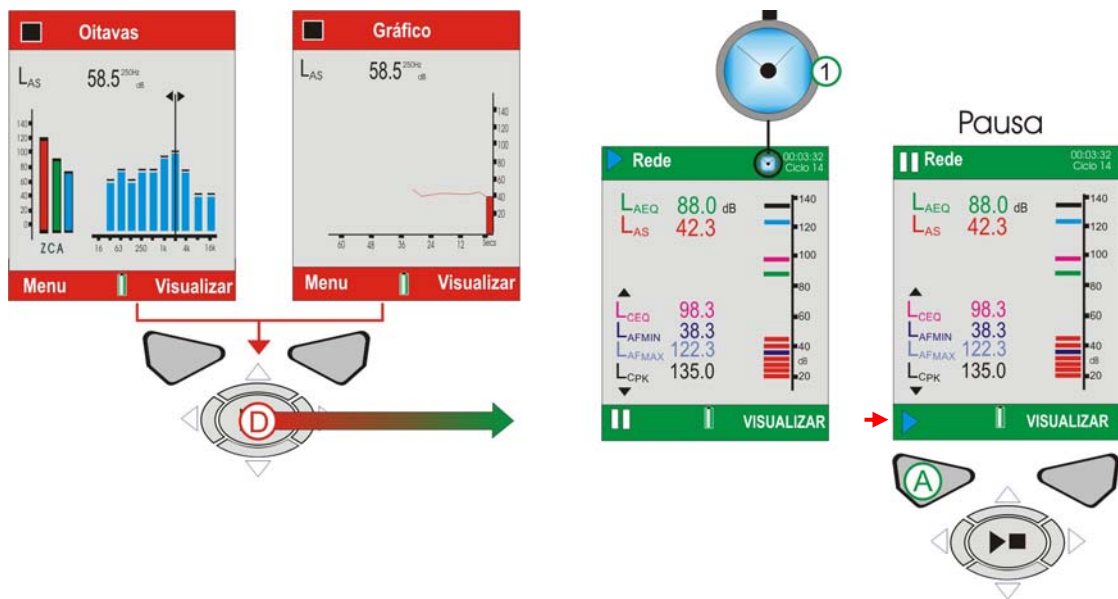

Figura 12 Ecrãs de Execução
J. ECRÃS DE EXECUÇÃO (Consultar Figura 12)